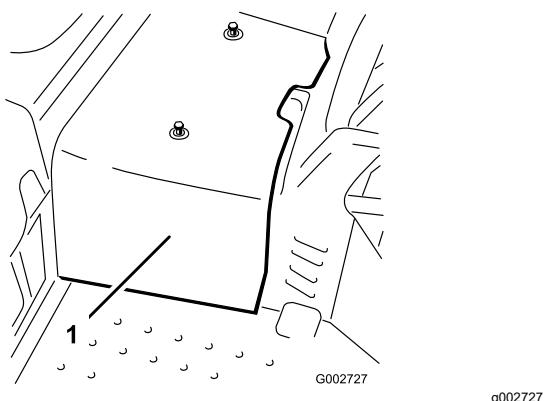

Рисунок 48
- Ослабьте 2 винта, которые крепят центральный кожух к машине, и снимите кожух (Рисунок 48).